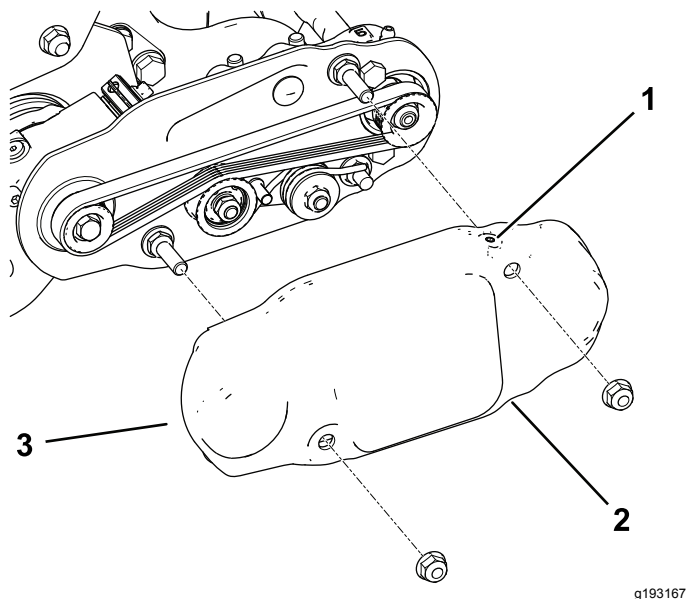

Figure 16
2. Glissez le couvercle de la courroie sur les boulons de montage et fixez-le avec 2 écrous à embase (Figure 16).